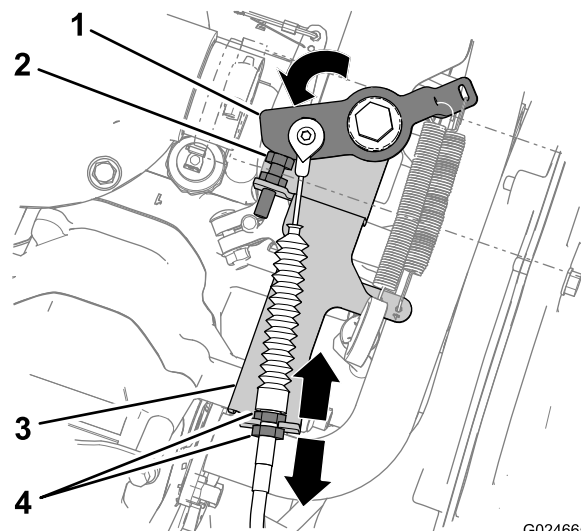

図 42
- すきまを小さくしたい場合には、スロットルケーブルの内側ジャムナットをゆるめて、外側ジャムナットを締め付ける 図 42。
- すきまを大きくしたい場合には、スロットルケーブルの外側ジャムナットをゆるめて、内側ジャムナットを締め付ける 図 42。
4. スロットルケーブルのジャムナットがピンと張っていることを確認する 図 42。